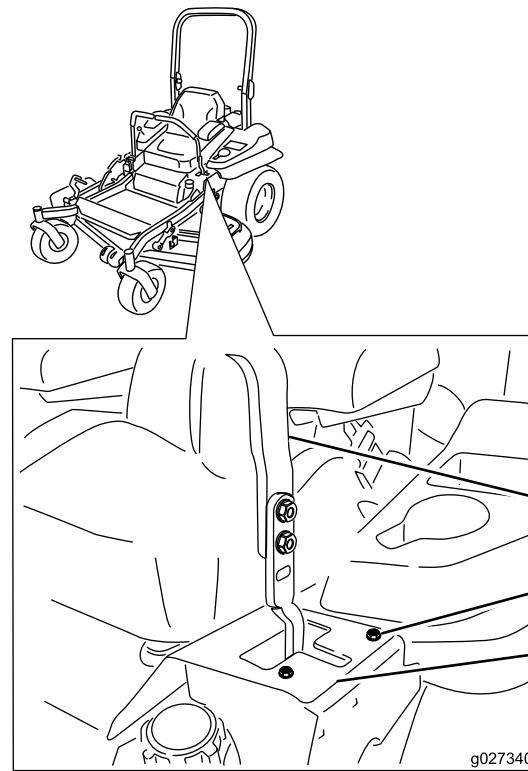

Figura 66
7. Si se desvía hacia la izquierda, afloje los pernos y ajuste la chapa del tope derecho hacia atrás en la ranura en T de la derecha hasta que la máquina avance en línea recta (Figura 66).
8. Apriete la chapa del tope (Figura 66).
6. Si se desvía hacia la derecha, afloje los pernos y ajuste la chapa del tope izquierdo hacia atrás en la ranura en T de la izquierda hasta que la máquina avance en línea recta (Figura 66).